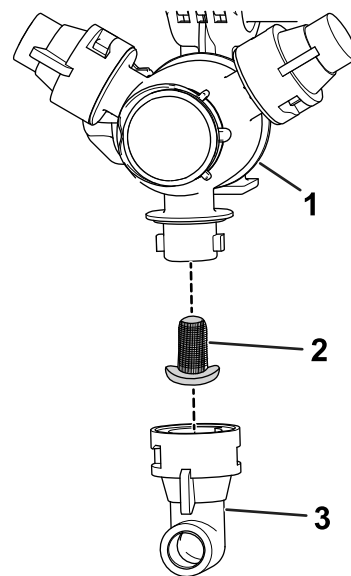

Figura 58
2. Retire la boquilla de la torreta de fumigación (Figura 58).
3. Retire el filtro de boquilla usado (Figura 58).
4. Instale el filtro de boquilla nuevo (Figura 58).
5. Instale la boquilla en la torreta de fumigación (Figura 58).